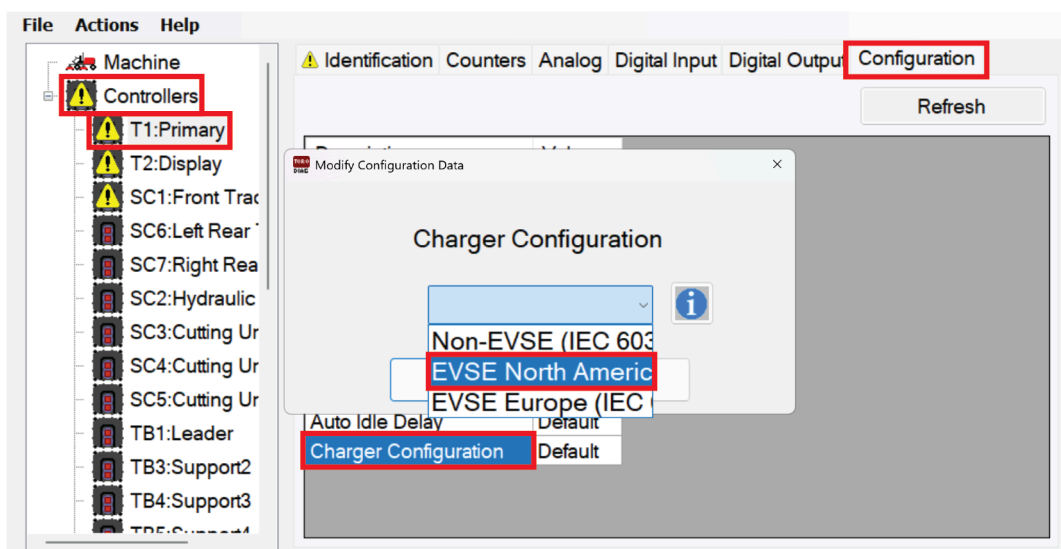

図 5
5. 充電器の構成ウィンドウが表示されます。EVSE North America (J1772) オプションを選択する(図 5)。